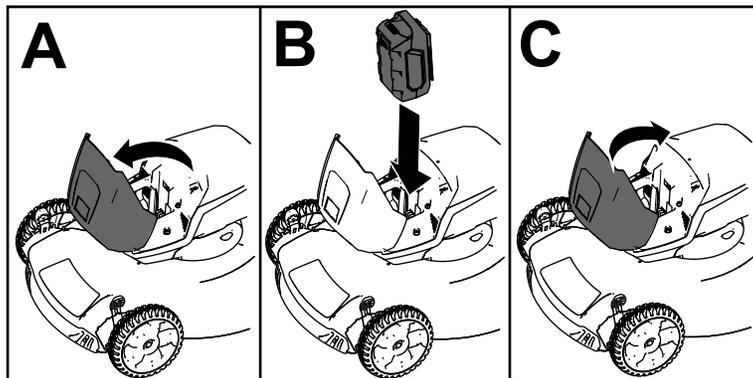

Bild 8
2. Öffnen Sie den Deckel des Batteriekastens (A in Bild 8).
3. Richten Sie die Vertiefung im Akkupack mit der Nase an der Maschine aus und schieben Sie den Akkupack in den Kasten, bis er in seiner Position einrastet (B in Bild 8).
4. Schließen Sie den Deckel des Batteriekastens (C in Bild 8).